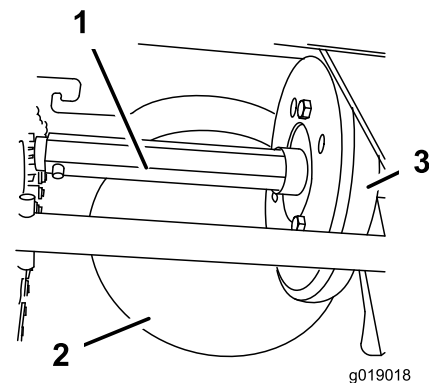

Figure 39
Graissez légèrement l'arbre hexagonal une fois par an avec de l'huile moteur de type automobile (Figure 39).
**Important:** Veillez à ne pas faire couler d'huile sur la roue en caoutchouc ou la poulie à friction en acier, car cela fera patiner la transmission (Figure 39).